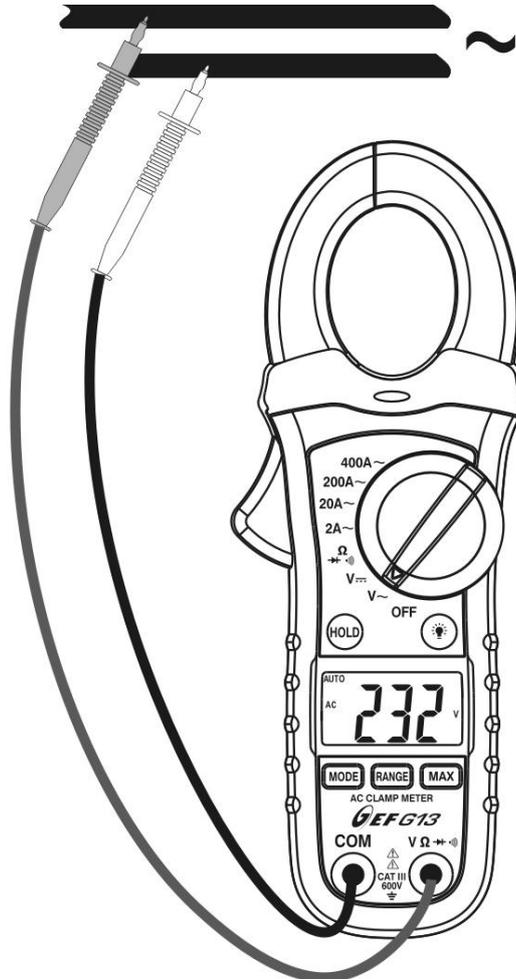

Fig. 3: Uso da pinça para medir Tensões CA
4. Inserir o cabo vermelho no terminal de entrada $V\rightarrow\rightarrow\rightarrow$ e o cabo preto no terminal de entrada **COM** (ver Fig. 3)